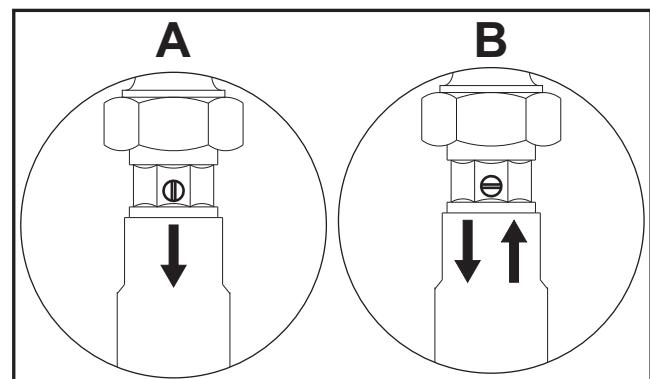
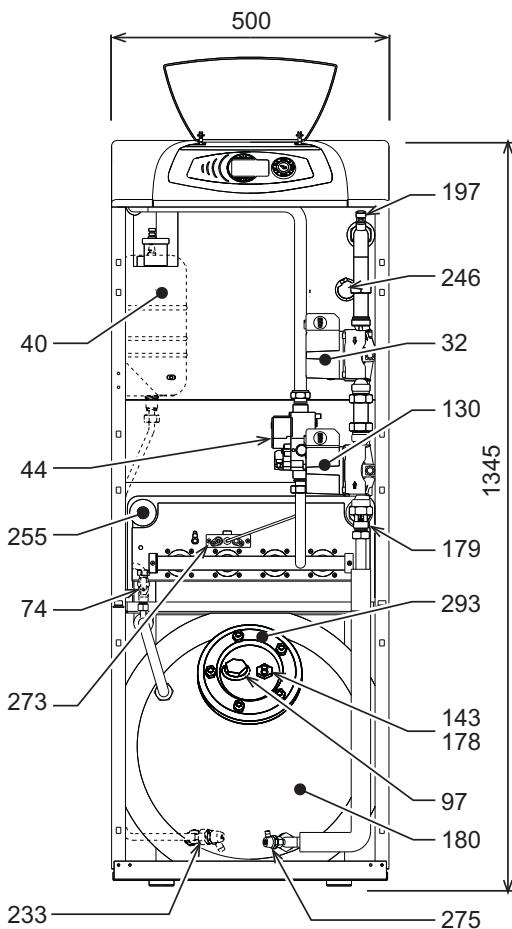

fig. 21
fig. 24 - Dimensions et composants principaux
- Pour vider complètement l'installation de chauffage, utiliser le robinet 275 fig. fig. 24 après avoir débloqué les obturateurs des deux clapets anti-retour rep. 179 fig. 24 (voir également fig. 21). Utiliser comme événement les papillons des radiateurs. Si la chaudière est reliée au circuit par des volets de service, contrôler leur ouverture complète. Si la chaudière est située en un point plus haut que les radiateurs, la partie du circuit comprenant ces derniers doit être purgée séparément.
- Pour vider uniquement l'eau contenue dans la chaudière, fermer les vannes d'arrêt et ouvrir complètement le robinet (255 - fig. 24). Débloquer ensuite les obturateurs des clapets anti-retour (179 - fig. 24). Ouvrir le robinet 197 fig. fig. 24).